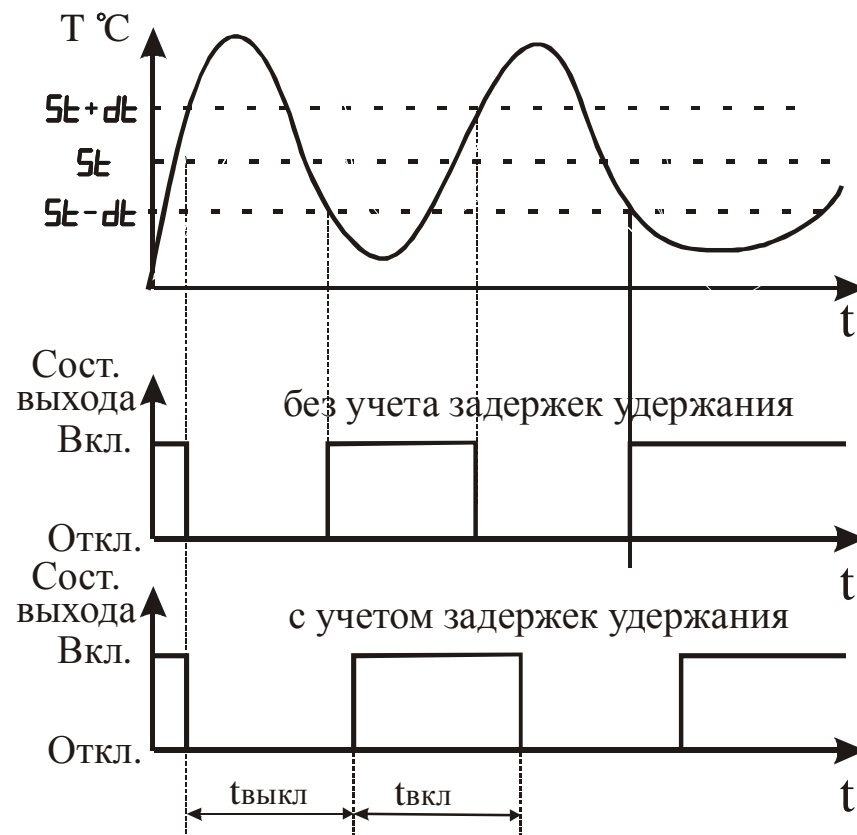

Рисунок 3.19 – Влияние параметров “Удержание замкнутым выходного устройства” и “Удержание разомкнутым выходного устройства” на состояние выходного устройства
3.3.3.12 Параметры “Удержание замкнутым выходного устройства” и “Удержание разомкнутым выходного устройства” задают минимальное время удержания выходного устройства в замкнутом и разомкнутом состоянии. Прибор удерживает выходное устройство в соответствующем состоянии в течение заданного времени, если даже по логике работы прибора должно произойти переключение (см. рисунок 3.19).